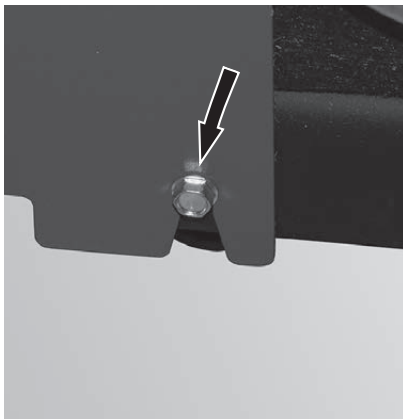
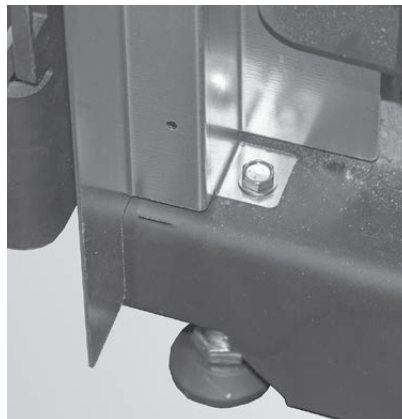

Fig. 30 Serrare la vite sul retro
Fig. 31 1 vite davanti sul basamento
- Avvitare saldamente la parete laterale al retro del basamento in basso a sinistra (Fig. 30), sul davanti in basso con 1 vite autoformante TT M5x12 (Fig. 31) e fissare in alto con 2 viti autofilettanti – Fig. 32.